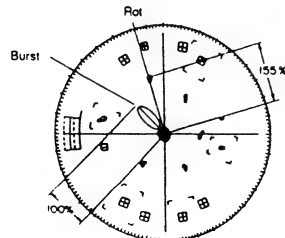

Abb. 4-45
Verwendung eines Vektorskops (Abb. 4-45)
- Die Tasten [U] und [D] drücken, so daß der Rotvektor $155\% \pm 10\%$ des Burstsignalpegels beträgt (Abb. 4-45).
- Die [ENTER] Taste drücken, um die Daten in den EEPROM einzuschreiben, und danach eine beliebige Taste drücken, um das Display des Computers auf die Abb. 4-45 zurückkehren zu lassen.